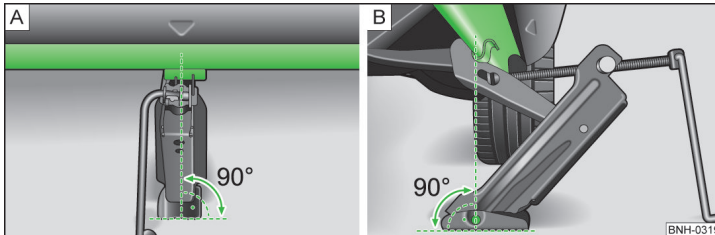

Abb. 131 Wagenheber ansetzen
- Die Grundplatte des Wagenhebers mit ihrer gesamten Fläche auf einem geraden Untergrund abstützen und sicherstellen, dass sich der Heber in senkrechter Position zum Aufnahmepunkt befindet » Abb. 131 - [A].
- Den Wagenheber unter dem Aufnahmepunkt mit der Kurbel so weit hoch drehen, bis seine Klaue den Steg umfasst » Abb. 131 - [B].